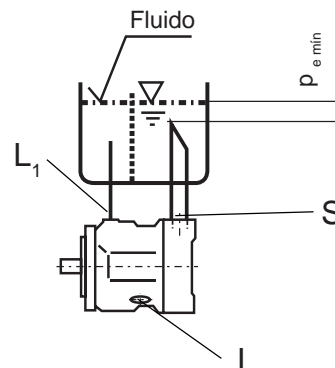

Fig. 5
b) posición debajo del tanque conexión "L" y "S" con tuberías conforme fig. 5